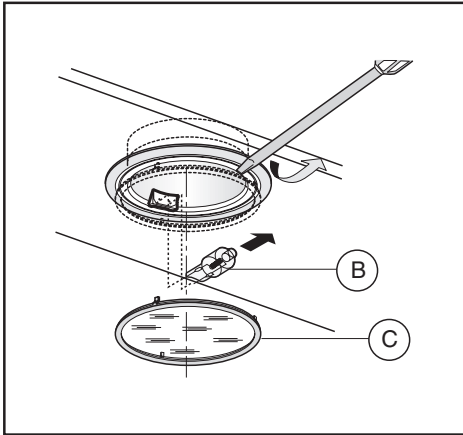

Fig.8
• Înlocuirea becurilor cu halogen (Fig.8).